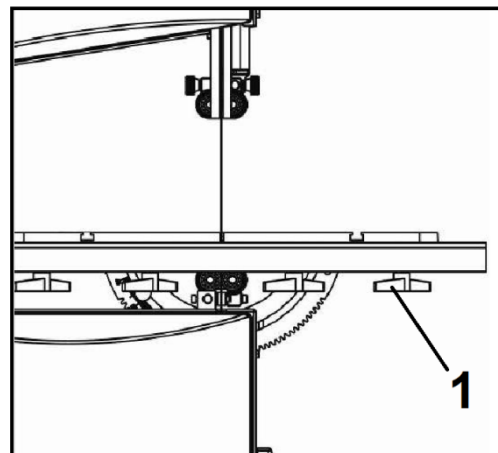

Рисунок 11
- Ослабьте четыре стопорных ручки (1, Рис. 11) направляющей и вытяните направляющую.